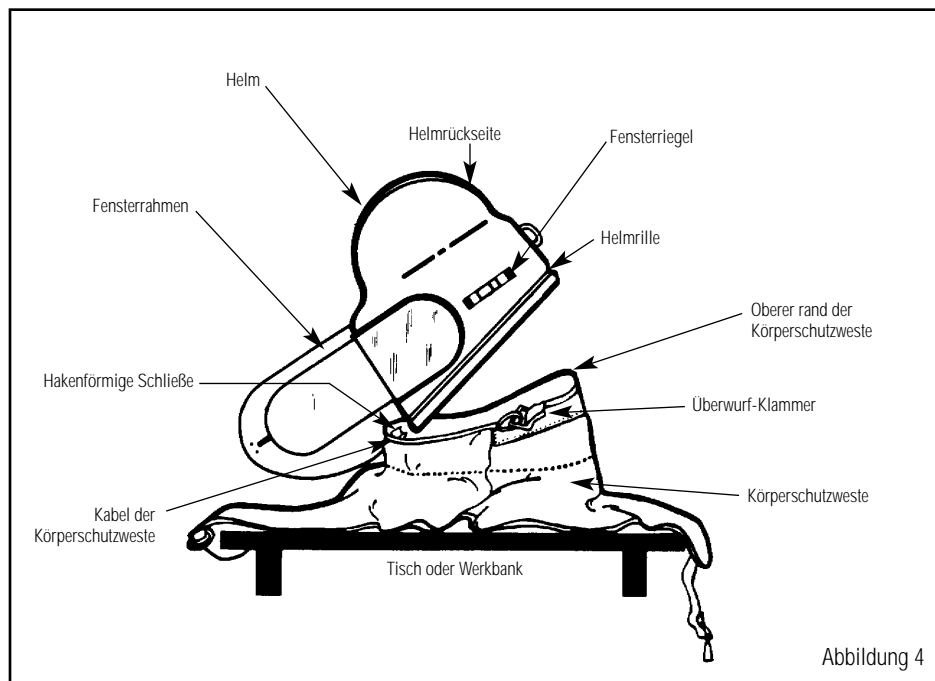

Abbildung 4
2. Entfernen Sie die Körperschutzweste vom Helm, indem Sie die Überwurf-Klammer anheben, und kuppeln Sie die Körperschutzweste aus der Helmmitle (Abbildung 4).
1. Legen Sie die Körperschutzweste auf den Tisch oder die Werkbank. (Abbildung 4)
3. Richten Sie die hakenförmige Schließe mit der Mitte der Helm Vorderseite aus. (Abbildung 4) Die Schließe sollte fest unter der unteren Vorderkante des Helms einklinken.